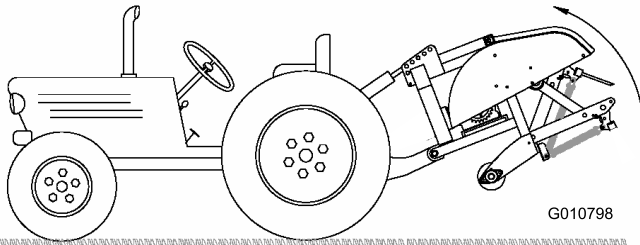

Figura 11
2. Eleve el aireador completamente y retraiga totalmente el cilindro del brazo hidráulico superior o del brazo de enganche superior (Figura 11).